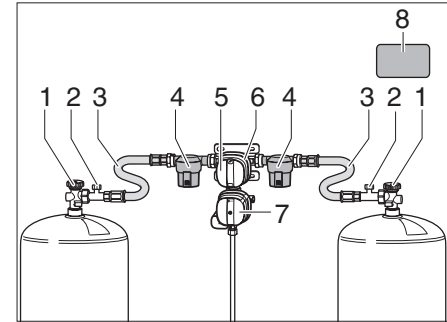
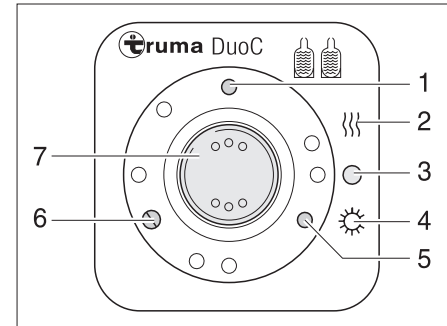
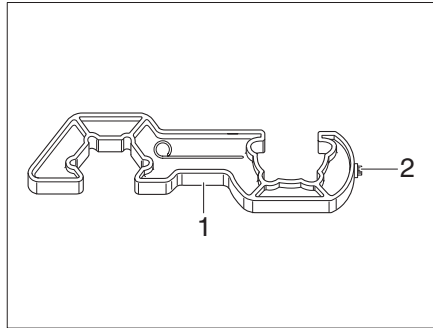
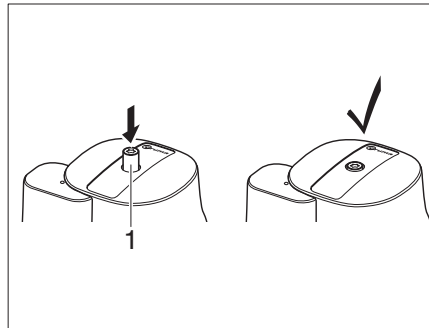

Bild 62 DuoControl-Umschaltanlage
Bild 63 Bedieneinheit
Bild 65 Schraubhilfe
Bild 66 Crashsensor
Die DuoControl-Umschaltanlage besteht aus einem Umschaltventil (Bild 62,6) und der Bedieneinheit (Bild 63). Das Umschaltventil ist zwischen den Hochdruckschläuchen (Bild 62,3) montiert. Mit dem Drehknopf (Bild 62,5) am Umschaltventil kann bestimmt werden, welche der Gasflaschen als Betriebsflasche und welche Gasflasche als Reserveflasche verwendet wird. Das Umschaltventil (Bild 62,6) ist mit der Regler-Enteisungsanlage EisEx ausgestattet. So werden Störungen der Gasanlage im Winter vermieden.
Vor dem Umschaltventil befinden sich auf jeder Seite ein Gasfilter (Bild 62,4), der die Gasanlage vor Verölung und Verunreinigungen schützt. An der Bedieneinheit (Bild 63) können nur die elektrischen Funktionen geschaltet werden. Die Haupt-Absperrventile (Bild 62,1) der Gasflaschen müssen von Hand geöffnet werden. Das Umschaltventil gewährleistet einen konstanten Gasdruck, unabhängig davon, welche Gasflasche Gas liefert. Die zwei Kontroll-Leuchten an der Bedieneinheit zeigen den Füllstand der Betriebsflasche an. Wenn die grüne Kontroll-Leuchte (Bild 63,6) leuchtet, ist die Betriebsflasche voll. Wenn die rote Kontroll-Leuchte (Bild 63,5) leuchtet, ist die Betriebsflasche leer. Die Gasversorgung erfolgt dann über die Reserveflasche.
- ▶ Die Haupt-Absperrventile (Bild 62,1) an den Gasflaschen öffnen.
- ▶ Mit dem Drehknopf (Bild 62,5) am Umschaltventil (Bild 62,6) die Gasflasche wählen, der vorrangig das Gas entnommen werden soll (Betriebsflasche).
- ▶ Den Wippschalter (Bild 63,7) auf „O“ (Bild 63,3) stellen. Die gelbe Kontroll-Leuchte (Bild 63,1) erlischt.
- ▶ Die Haupt-Absperrventile (Bild 62,1) an den Gasflaschen schließen.
Die Kontroll-Leuchten an der Bedieneinheit (Bild 63,5 und 6) signalisieren im Fahrzeuginnenraum, ob die Betriebsflasche betriebsbereit ist.
Wenn die grüne Kontroll-Leuchte (Bild 63,6) während des Betriebs erlischt und die rote Kontroll-Leuchte (Bild 63,5) aufleuchtet, ist die als Betriebsflasche gewählte Gasflasche leer und muss gewechselt werden. Die Reserveflasche versorgt die Gasverbraucher weiterhin mit Gas.
- ▶ Zum An- und Abschrauben der Hochdruckschläuche die beiliegende Schraubhilfe (Bild 65,1) verwenden. Sie gewährleistet das nötige Anzugsmoment und verhindert Beschädigungen an der Verschraubung durch falsches Werkzeug.
- ▶ Das Haupt-Absperrventil (Bild 62,1) an der leeren Gasflasche schließen.
- ▶ Den Hochdruckschlauch (Bild 62,3) mit der Schraubhilfe (Bild 65) von der Gasflasche abschrauben.
- ▶ Die volle Gasflasche an den Hochdruckschlauch (Bild 62,3) anschließen.
- ▶ Das Haupt-Absperrventil (Bild 62,1) an der Gasflasche öffnen.
- ▶ Den Drehknopf (Bild 62,5) am Umschaltventil (Bild 62,6) mit einer halben Umdrehung so einstellen, dass die eben gewechselte Gasflasche als Reserveflasche dient.
- ▶ Knopf (Bild 62,2) für die Schlauchbruchsicherung am Hochdruckschlauch drücken, um sie zu aktivieren.
- ▶ Ggf. den Rückstellknopf (Bild 66,1) am Crashsensor drücken.
- ▶ Mit dem Torx T20 (Bild 65,2) an der Schraubhilfe den Entsicherungsknopf (Bild 66,1) eindrücken, leicht im Uhrzeigersinn drehen und 5 Sekunden lang halten.
Der Crashsensor ist betriebsbereit, wenn der Entsicherungsknopf (Bild 66,1) in der versenkten Stellung bleibt.
- ▶ Nach dem Wechsel der Gasflasche grünen Knopf (Bild 62,2) am Hochdruckschlauch (Bild 62,3) kräftig drücken.